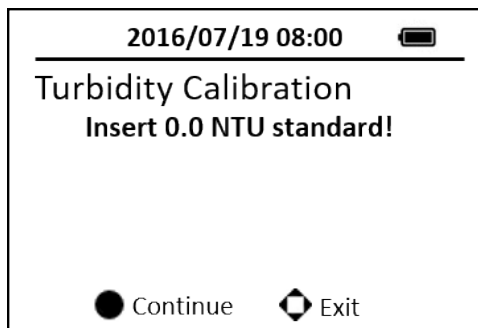

Figure 6 Page de calibration de la turbidité
4. Appuyez sur **CAL** sur la page principale, puis choisissez la calibration de la turbidité et appuyez sur le bouton **OK** pour lancer la page de calibration de la turbidité. (Figure 6)